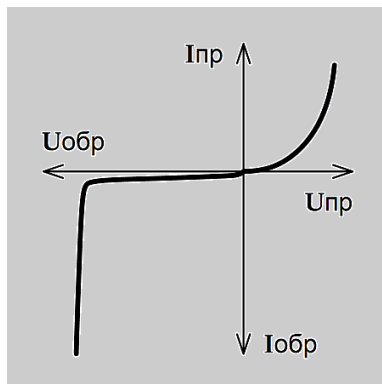

Рисунок 8. Внешний вид графика ВАХ стабилизатора.
- ВАХ полупроводникового элемента (стабилитрона) (Рисунок 8):